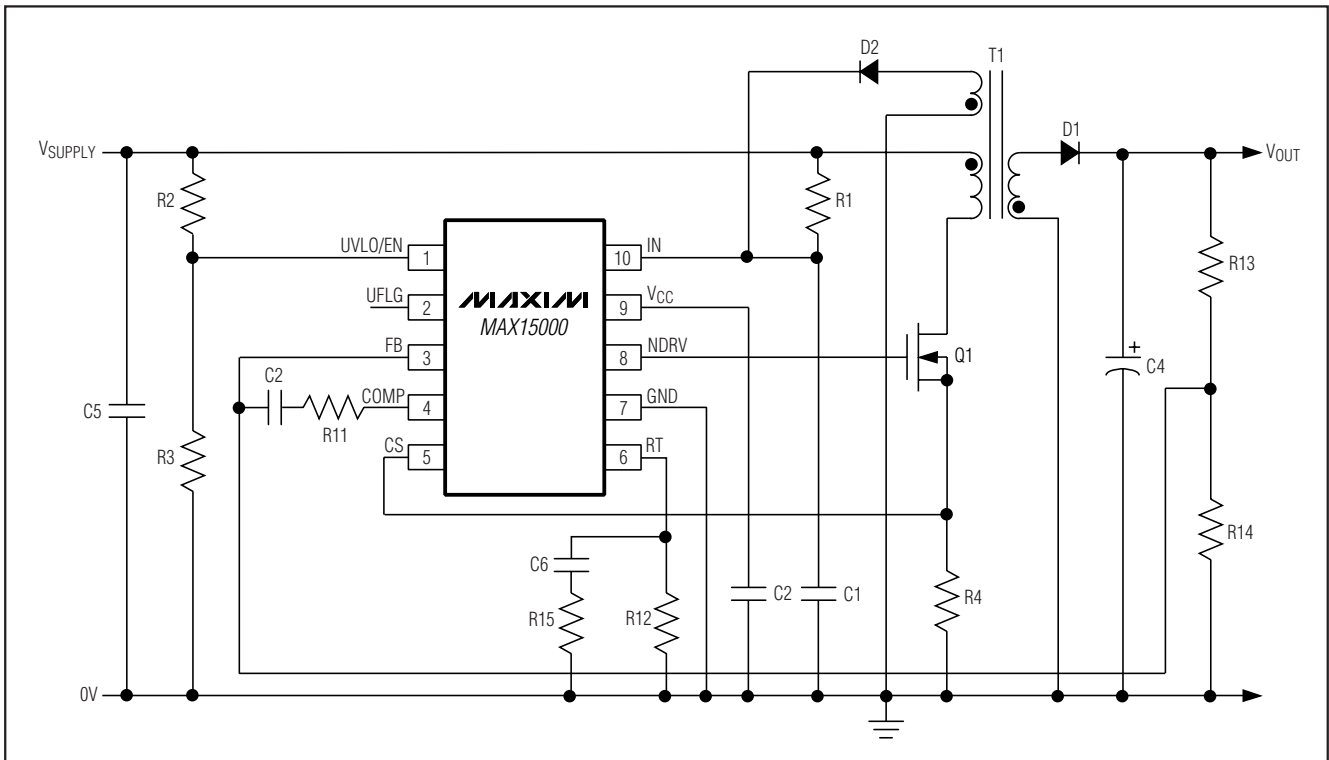
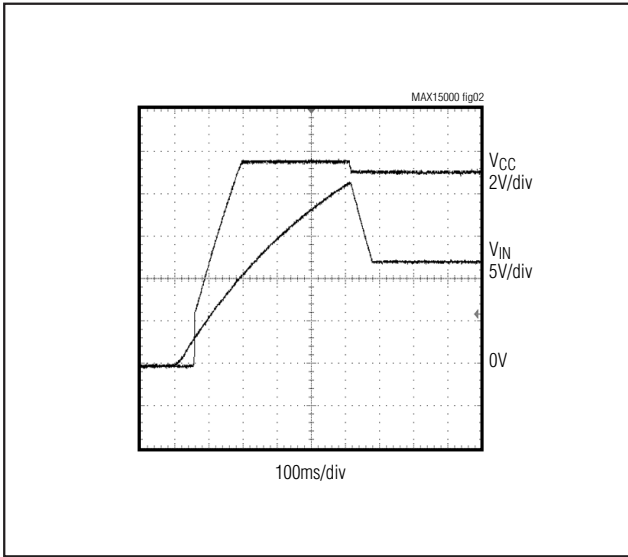

图1. 非隔离电源，可编程输入电源开启电压
图2. MAX15000在自举模式(图1)下，启动期间的 V_{IN} 和 V_{CC}
Note 2: The MAX15000 is intended for use in universal input power supplies. The internal clamp circuit at IN is used to prevent the bootstrap capacitor (C1 in Figure 1) from charging to a voltage beyond the absolute maximum rating of the device when UVLO/EN is low (shutdown mode). Externally limit the maximum current to IN (hence to clamp) to 2mA maximum when UVLO/EN is low. Clamp currents higher than 2mA may result in a clamp voltage higher than 30V, thus exceeding the absolute maximum rating for IN. For the MAX15001, do not exceed the 24V maximum operating voltage of the device.
*Characteristics*表的注释2)。当器件通过一个电流泄漏电阻(图1中的R1)从高输入电压启动，并且UVLO/EN输入为低电平时，输入钳位。钳位电路能够安全吸收2mA电流。
MAX15000电源设计采用大阻值启动电阻R1，对储能电容C1进行充电(参见图1)。在初始化过程中，电压低于内部自举UVLO门限时，器件典型静态电流仅为50 μ A。这种低启动电流和较大的自举UVLO滞回有助于降低R1的功耗，即使R1连接在通用AC输入电压(265VAC)的高侧。
使用UVLO/EN输入对输入电源启动电压进行编程。例如，对于36V至72V的电信电压范围，较合理的启动电压一般为34V。使用下列公式计算电阻分压器的R2和R3(参见图1)：
对于MAX15000，IN电压一般来自变压器的第三绕组。但是，在启动时变压器还不能提供能量，因此，需要一个特殊的自举过程。图2所示为启动过程中IN和 V_{CC} 电压，开始时， V_{IN} 和 V_{CC} 均为0V。加上输入电源电压后，启动电阻R1对C1充电，达到中间电压值。在这一点，内部稳压器开始对C2充电(参见图1)。MAX15000仅通过R1消耗50 μ A的电流，其余输入电流对C1和C2充电。当 V_{CC} 电压达到大约9.5V时，C2停止充电，而C1上的电压继续上升，直到达到21.6V的唤醒电压为止。一旦 V_{IN} 超过自举UVLO门限，NDRV打开MOSFET，将能量传递给第二和第三绕组输出。如果第三绕组输出电压超过了9.74V(自举UVLO的低门限值)，则启动完成，并开始正常工作。如果在启动完成之前， V_{IN} 降至9.74V以下，器件返回至低电流UVLO。在这种情况下，应增大C1值，以存储足够的能量，建立第三绕组的电压。
MAX15000A/MAX15001A和MAX15000B/MAX15001B具有可编程的输出开关频率，其设置范围分别为25kHz至625kHz和12.5kHz至625kHz。利用下式确定合适的R12阻值(参见图1)，以便在NDRV输出上产生所需的输出开关频率(f_{sw})：
其中，R12是连接在RT和GND之间的电阻(参见图1)。
如图1所示，将一个RC网络与R12并联。RC网络由一个100nF电容C6(实现稳定性)和电阻R15串联构成，电阻的作用是为了进一步降低抖动。使用下列公式确定R15：
MAX15000/MAX15001含有一个内部误差放大器，在非隔离电源应用中对输出电压进行稳压(参见图1)。对于图1所示电路，使用下列方程计算输出电压：
连接在MOSFET源极和地之间的电流检测电阻(图1中的R4)设置电流门限。限流比较器的电压触发电平(V_{CS})为1V。使用下列方程计算R4:
MAX15000唤醒后，IN端的旁路电容C1立即提供电流(参见图1)。C1的大小以及第三绕组的配置决定了启动周期数。大容量C1能够增加启动时间，但是在启动时也提供了更多的栅极电荷。如果C1容量过小， V_{IN} 可能会降至9.74V以下，这是因为NDRV没有足够的时间进行开关，在第三绕组输出上无法建立足够的器件供电电压。器件返回UVLO，不启动。C1和C2应采用低泄漏电容。
上述启动方法适用于图1类似电路。在该电路中，第三绕组与输出绕组相位相同。因此，第三绕组在任何时间的电压都与输出电压成正比，并与输出电压经历相同的软启动周期。C1从21.6V至9.74V的最小放电时间必须大于5.6ms的软启动时间。